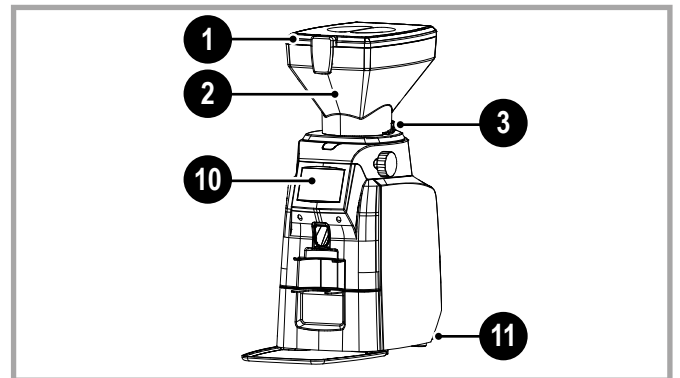

Abb. 6.1 - Tägliche Inbetriebnahme
Für die tägliche Inbetriebnahme siehe Abb. 6.1.
- Starten Sie das Gerät, indem Sie den Schalter (11 - Abb. 6.1) in Position "1" stellen.
- Beim Einschalten des Mahl- und Dosierwerks erscheint auf dem Display (10 - Abb. 6.1) das Markenlogo und anschließend die Hauptansicht.
- Schalten Sie am Ende des Arbeitstages das Gerät aus, indem Sie den Hauptschalter (11 - Abb. 6.1) in Position "0" stellen.
- Kontrollieren Sie, dass der Trichter (2 - Abb. 6.1) perfekt auf dem Mahl- und Dosierwerk sitzt.
- Heben Sie den Deckel (1 - Abb. 6.1) an, dann füllen Sie den Trichter mit Kaffeebohnen.
- Prüfen Sie die vollständige Öffnung des Schiebers (3 - Abb. 6.1), indem Sie ihn nach außen ziehen.
Auf die Mahlgradanzeige kann man auch durch Drücken der entsprechenden Leiste zugreifen (siehe 5 - Abb. 6.1).